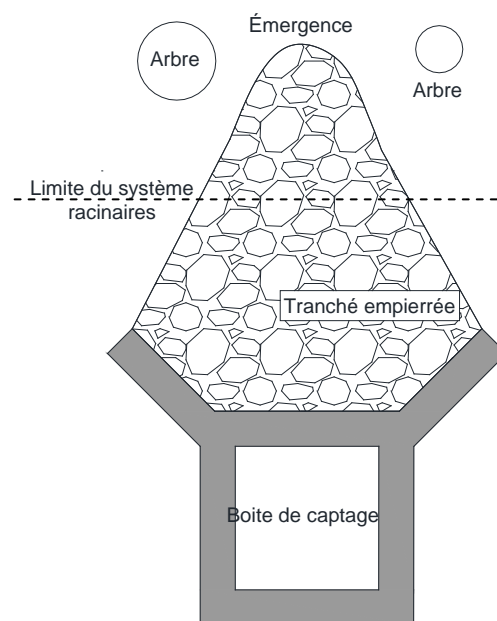

Figure 3 : Proposition de captage de source proche d'arbres
- Dans certain cas on pourrait envisager de construire un captage drainant pour éloigner les structures en béton des racines (cf **Figure 3** : Proposition de captage de source proche d'arbre)⁴.